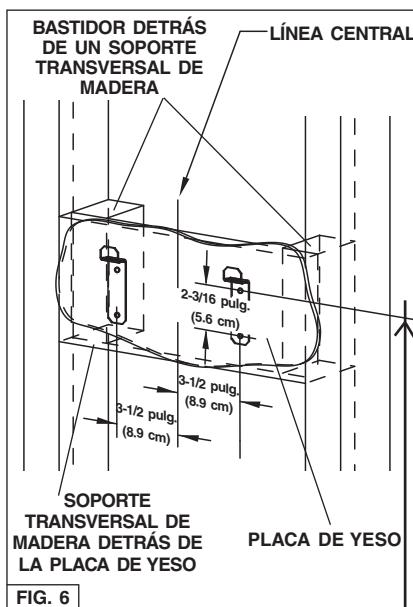

FIG. 6
- Construya un bastidor de **madera** en la pared que quede al ras de la superficie interior de los montantes de pared. Fig. 6.